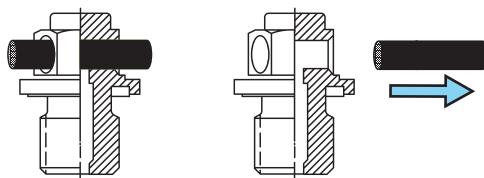

Fig 16.1
13.1 La tira de goma (Rubber) debe ser retirada del tapón de venteo del reductor, antes de poner en funcionamiento el ventilador (Fig. 16.1)
22.1 No utilice en la instalación eléctrica clavijas y contactos Fig. 16.1